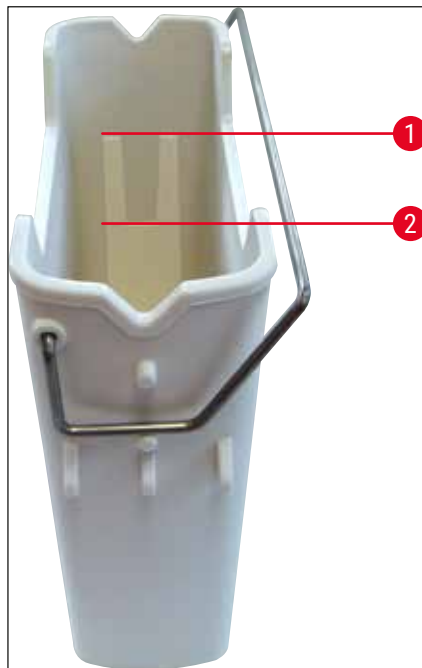

Fig. 67
4. Compruebe que el nivel de llenado sea suficiente (→ Fig. 67) y que el reactivo esté limpio. En caso de estar contaminado, es necesario sustituir el xileno (→ P. 39 – 4.6.3 Preparación de la cubeta de reactivo, llenado e inserción en el cajón de carga), y la cubeta de reactivo se debe limpiar antes de volver a llenarla.